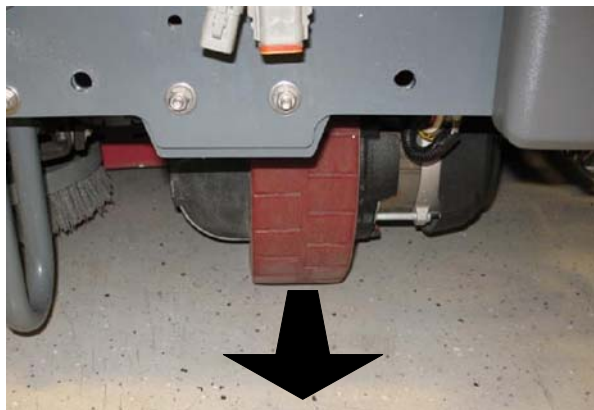

FIG. 42
16. Redressez la roue avant de façon à ce qu'elle soit orientée vers l'avant. (Fig. 42)